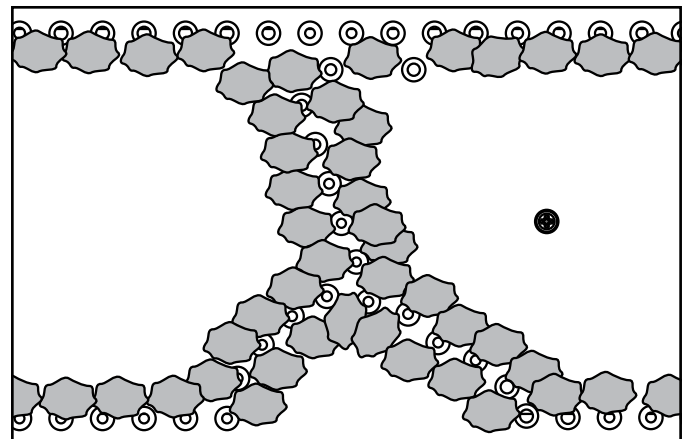

Figure 14.3 Braises recouvrant partiellement les orifices du brûleur (propane seulement)
- **Propane seulement** : Placez les morceaux de braise Embers® de la taille d'une pièce de cinq centimes de façon à ce qu'ils recouvrent partiellement les orifices du brûleur (voir la figure 14.3). Le recouvrement partiel par les braises permettra d'obtenir un bon contact avec les flammes.